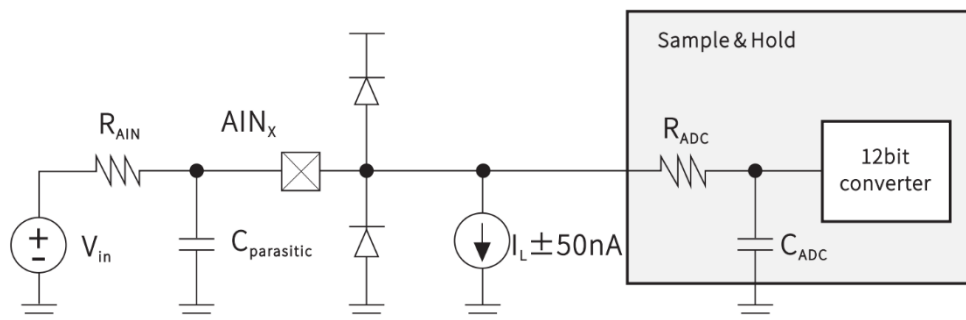

图5.7.1 ADC典型应用图
2. 表 5.7.2.最大 R_{AIN} 值为参考表 5.7.1 与图 5.7.1 中 C_{ADC} 与 R_{ADC} 所得